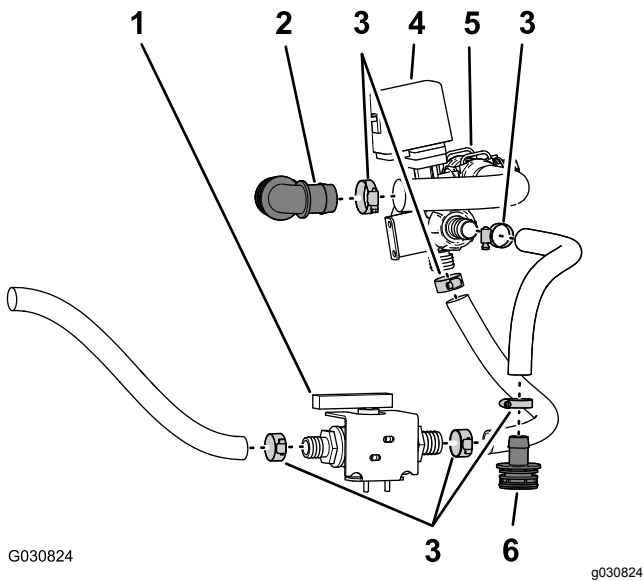

图 70
1. 取下将软管固定在球阀与搅拌阀底部之间的软管夹图 70。
2. 取下将软管固定至球阀另一端的软管夹图 70。
3. 从旁通阀中取下将 90 度宝塔接头固定至软管的软管夹图 70。
4. 取下将软管固定在直通宝塔接头与搅拌阀之间的软管夹图 70。